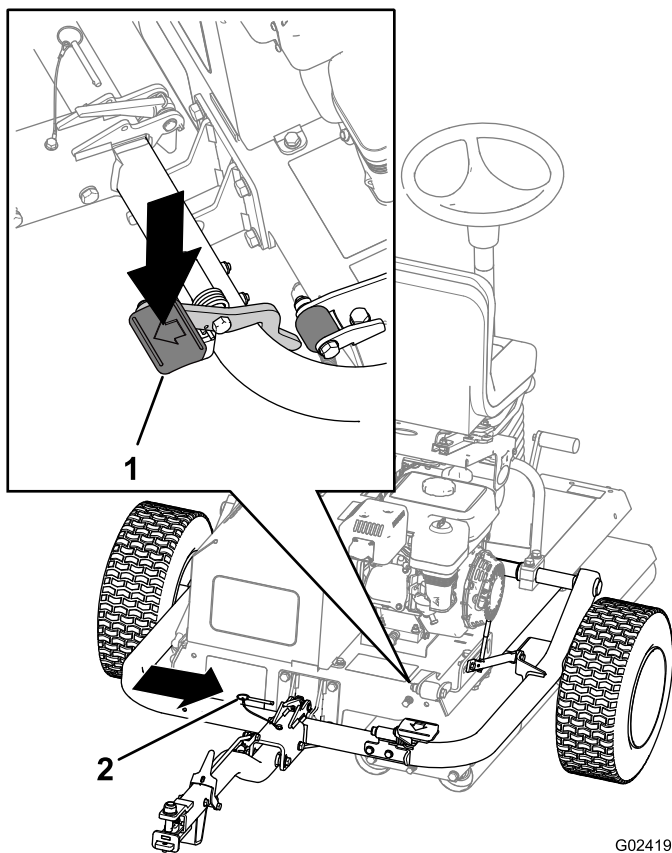

Рисунок 7
5. Нажимайте на педаль сцепки, пока сцепка не зафиксируется на месте (Рисунок 7).
6. Вставьте стопорный штифт (Рисунок 7).